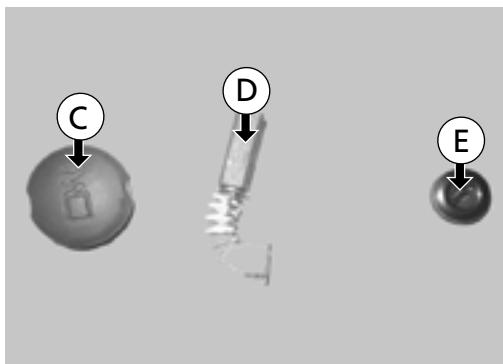

Fig. 52
Pour remplacer les brosses, ouvrir le capot du boîtier des brosses (C) et libérer le capot taraudé (E) à l'aide d'un tournevis (D) - (fig. 52) pour accéder aux brosses.